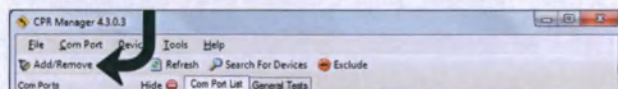

Рис. 85
5. В программе «CPR Manager» нажмите на кнопку «Add/Remove». См. Рис.85.